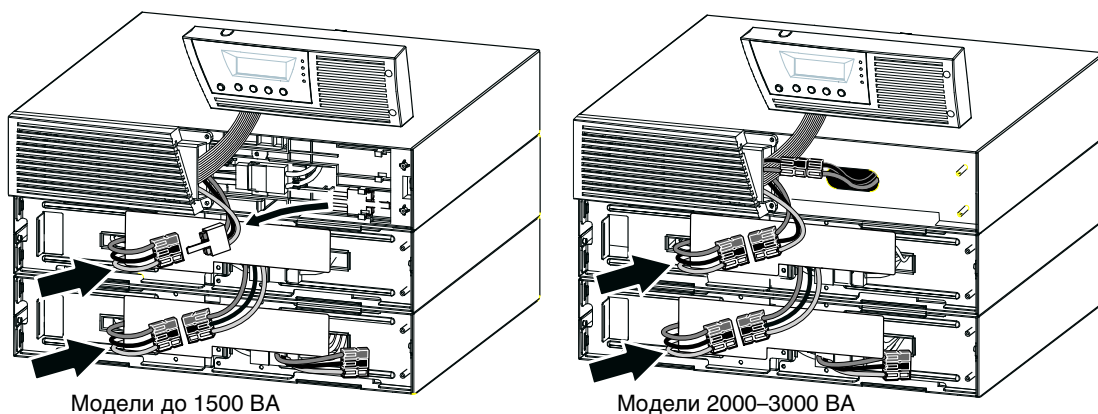

Рисунок 13. Типичная ЕВМ установка
5. Вставьте кабель(и) ЕВМ в разъем(ы) батарей, как показано на Рисунок 13. К ИБП может быть подключено до четырех ЕВМ.